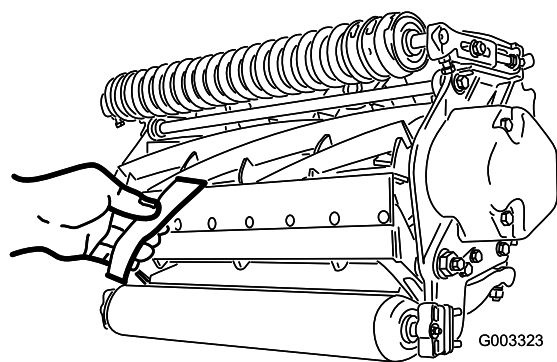

图10
2. 在滚刀与底刀间插入一长条剪切性能纸 Toro 零件号 125-5610 纸要与底刀垂直检测剪切性能 图10。缓慢向前旋转滚刀滚刀应剪切检测纸。